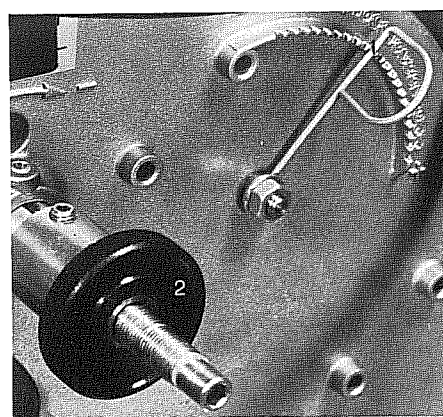

Abb. 40
- als Vorregulierung mittels Luftklappe am Raster (Abb. 40 Pos. 1) und
- als Feinregulierung im Mischkopf, durch Drehen einer Rändelmutter (Abb. 40 Pos. 2).